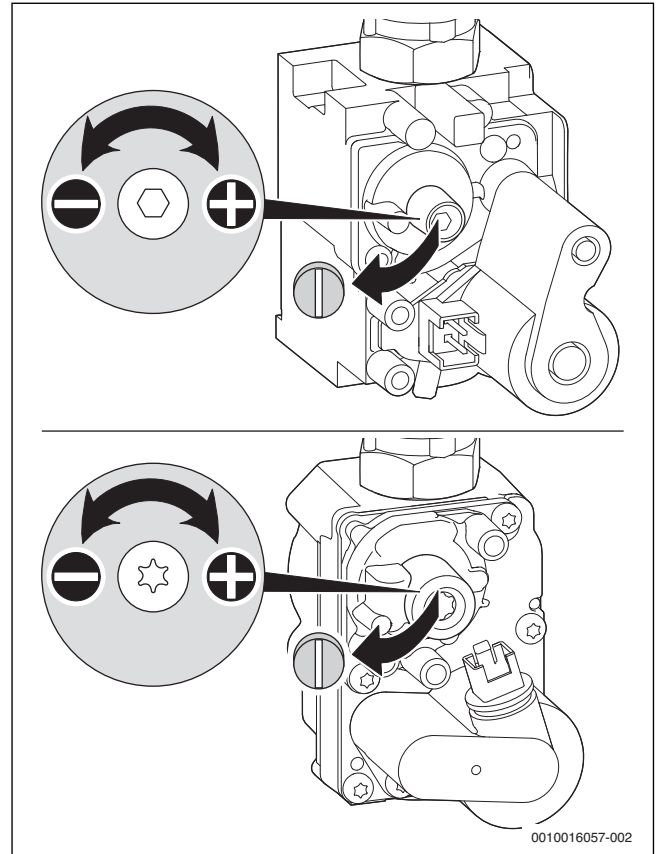

Fig. 37 Rimuovere il piombino sulla vite di regolazione
- ▶ Se il valore letto si trova tra 0 e -0,1 mbar, impostare la pressione differenziale come mostrato di seguito (→ fig. 37).